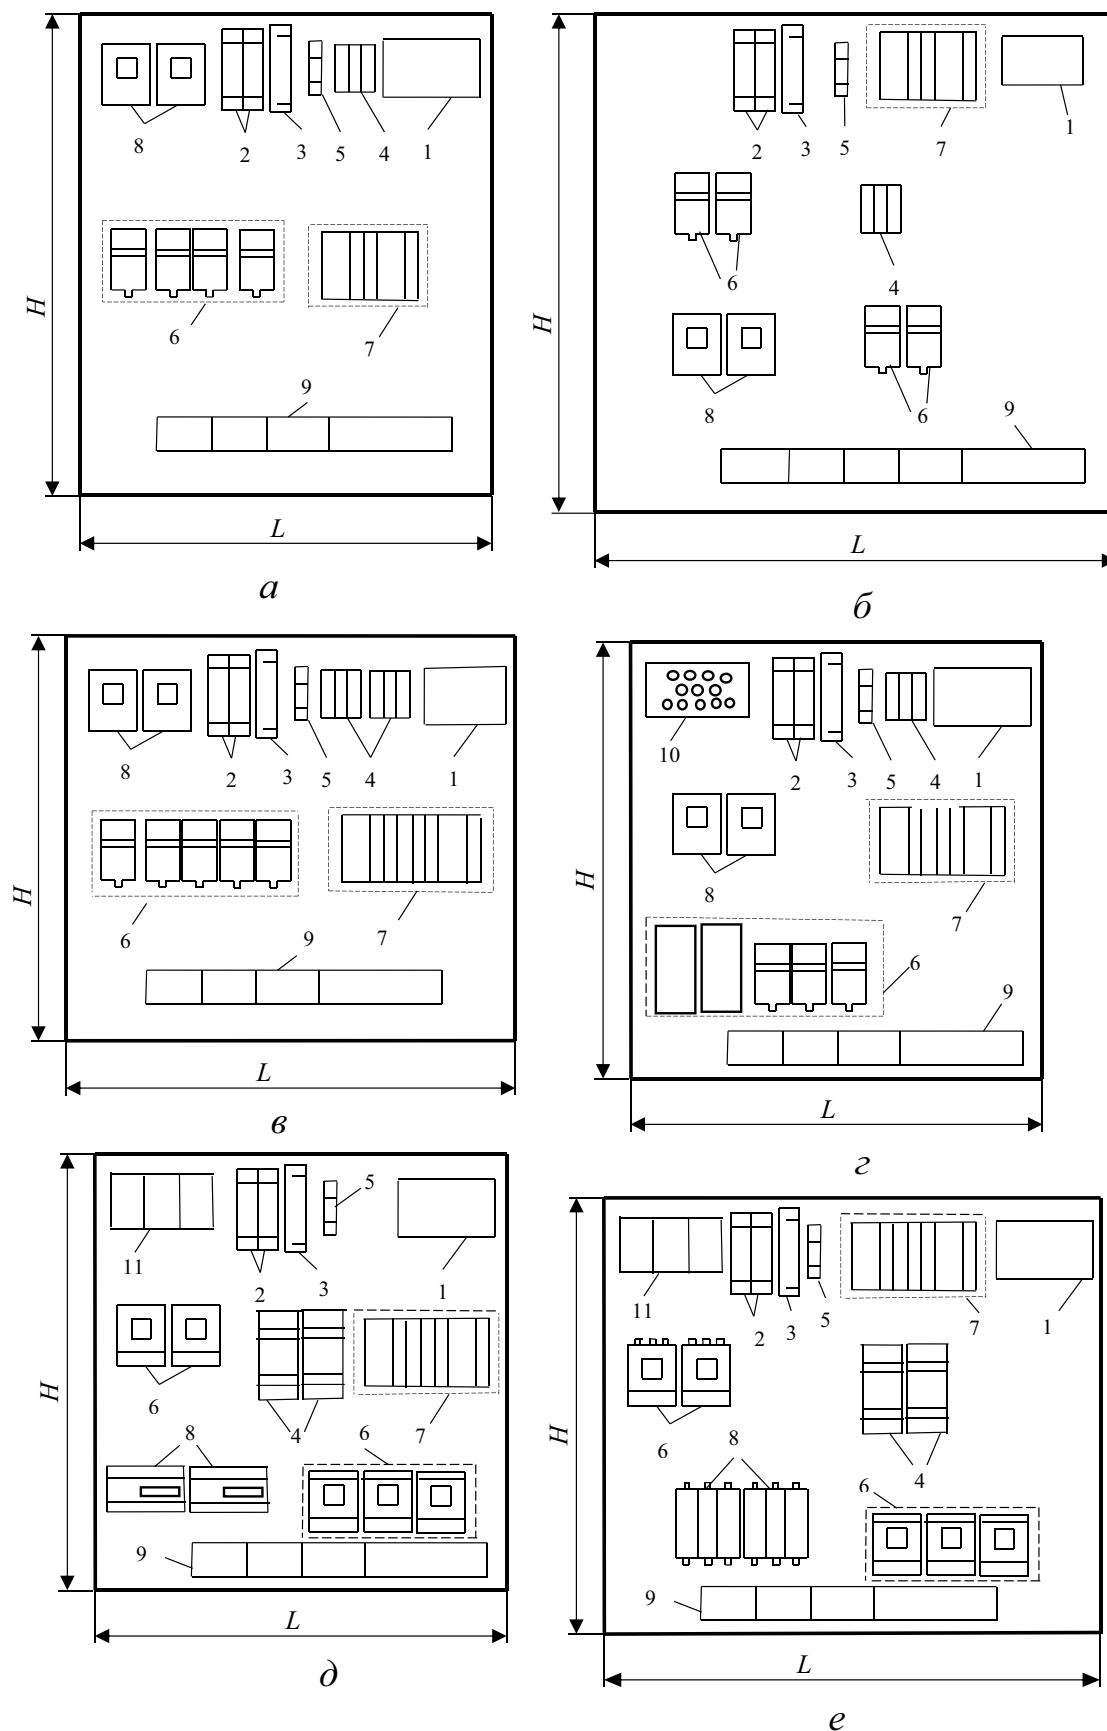
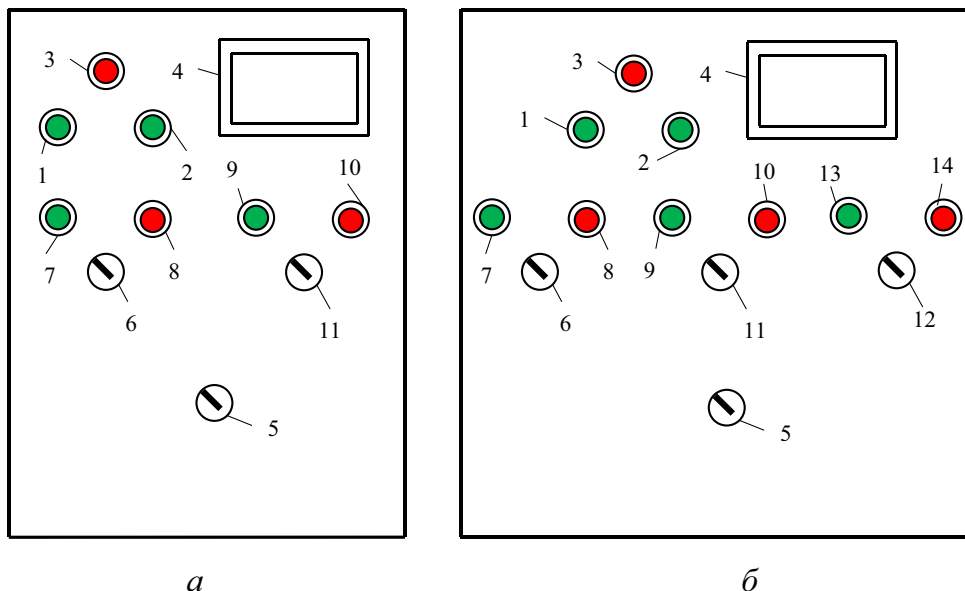

Рис. 5
Рис. 6
Для имитации обрыва цепи достаточно на панели внешних соединений шкафа управления (поз. 9, рис. 5) отсоединить провод от любой из двух клемм подключения кнопок. Для имитации короткого замыкания достаточно перемкнуть эти клеммы между собой. В первом случае на табло контроллера (поз. 4, рис. 6) должна появиться надпись: «Кнопка Пожар: Обрыв», во втором — «Кнопка Пожар: К.З.».
6.4.6. Установить переключатель режимов (поз. 5, рис. 6) в положение «Ручной».
6.4.10. Переключатель режимов (поз. 5, рис. 6) перевести в положение «Автоматический».